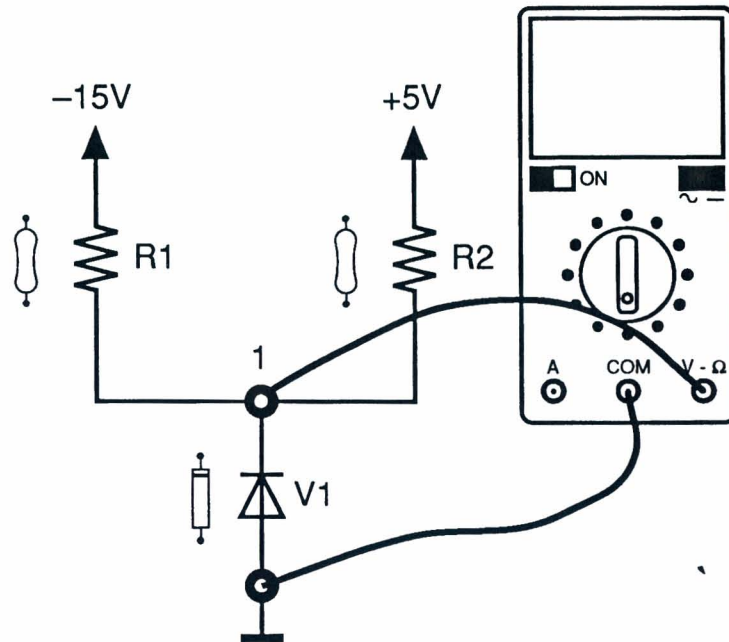

Fig. 2.2
- 4) Establecer si el diodo en la Fig. 2.2 está polarizado directamente o inversamente.
- 6) Medir la tensión en los extremos del diodo, utilizando un voltímetro digital predisposto en corriente continua (Fig. 2.2) y verificar que el valor calculado corresponda al valor medido.